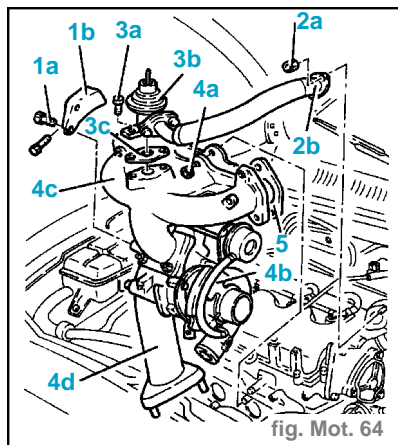

fig. Mot. 64
- Désassembler du tube rigide la durit (2) d'amenée du liquide à l'échangeur de refroidissement de l'huile moteur.
- Dévisser la vis (3) du tube rigide d'amenée du liquide à l'échangeur de refroidissement de l'huile moteur.
- Dévisser les vis (1a) et enlever la bride (1b) d'enclenchement du turbocompresseur à l'embase. (fig. Mot. 64)